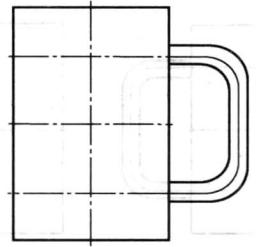

图 2-7 杯子主视图
(5) 单击“层”工具栏，切换到“0层”，单击“绘图”工具栏中的“等距线”按钮≡，单击立即菜单1选择“链拾取”，单击立即菜单3选择“双向”，距离输入“5”，选择右边的直线，绘制的等距线如图2-7所示。